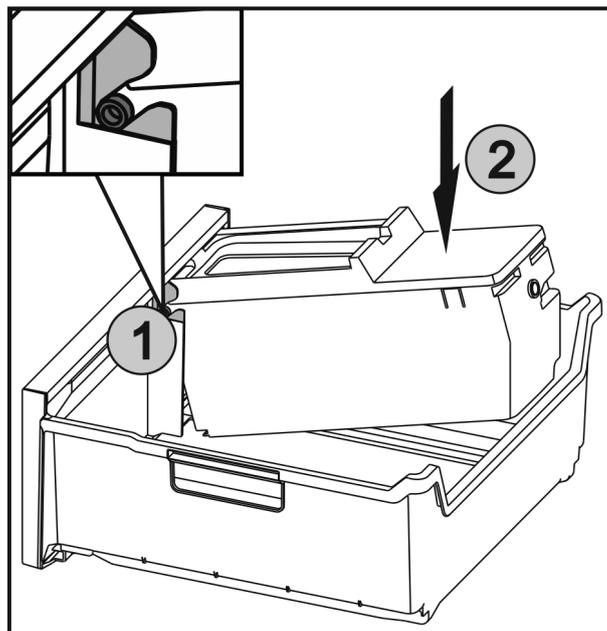

Fig. 45
- ▶ Вкарайте осите Fig. 45 (1) на EasyTwist-Ice във водачите и натиснете задната страна Fig. 45 (2), докато езичето се фиксира.